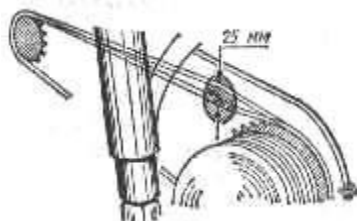

Рис. 53. Определение натяжения цепи задней передачи
1. Снять крышку контрольного окна в кожухе и, нагрузив мотоцикл (снятый с подставки) собственным весом или воспользовавшись посторонней помощью, проверить величину натяжения цепи. У правильно отрегулированной цепи свободное колебание должно быть около 25 мм (рис. 53) при условии, что пружины задней подвески нагружены так, что оси звездочек и задней качающейся вилки лежат на одной прямой.